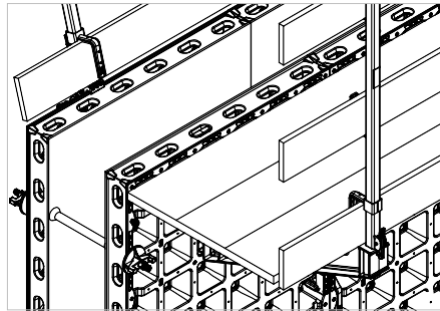

Fig. B4.03a
4. Поставете дъски с дебелина 5 cm по цялата ширина на конзолата. Първата дъска трябва да се опира в елемента. (Fig. B4.03a)